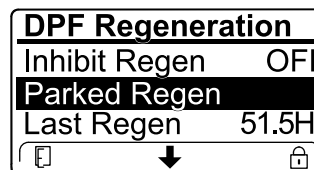

Figura 60
- Si el ordenador del motor solicita una regeneración de recuperación o si está procesando una regeneración de recuperación y se desplaza hasta la opción PARKED REGEN (Regeneración con la máquina aparcada), la regeneración con la máquina aparcada se bloquea y aparece el icono del candado (Figura 60) en la esquina inferior derecha del InfoCenter.